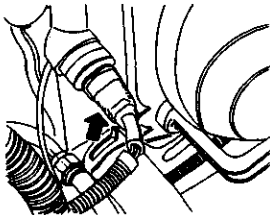

图 2-114 拔下热敏开关插头
3) 拔下位于冷却风扇罩壳上的热敏开关插头, 如图 2-114 所示。为防止损坏冷凝器及制冷剂管路, 不要压迫、扭曲及弯曲制冷剂管路。